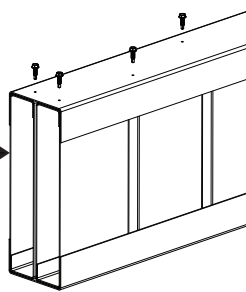

Fig. 31
4. Fixez les ferrures de poutre double à poteau sur la poutre double avec les vis autoperceuses Evolution, comme illustré à la fig. 31. Assurez-vous que la poutre est parallèle à la lisse de départ et que les extrémités de la poutre et de la lisse de départ sont alignées.